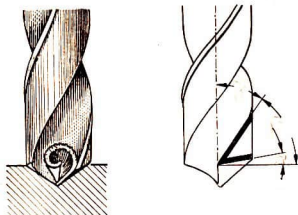

Bild 4
3. Trage in den Spiralbohrer (Bild 4) die Winkelbezeichnungen ein und in die Tabelle die Benennung!